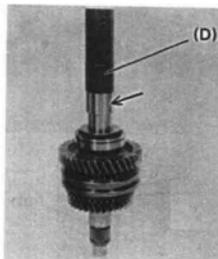

图 10-61
(5) 压装倒档齿轮衬套, 按步骤 (4) 安装钢球, 并防止钢球崩出丢失。轴承安装器 (D) (图 10-61)